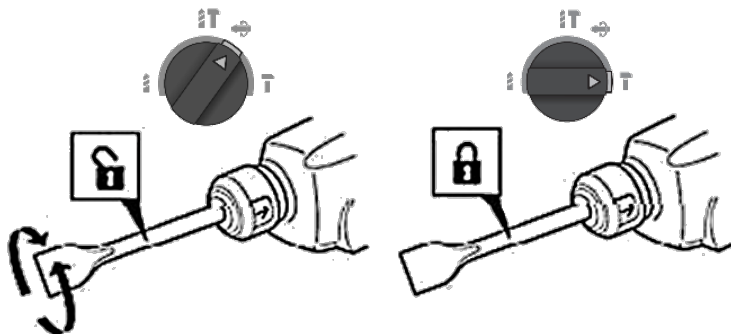

Рисунок 3
3.5 Для вибору та фіксації потрібного положення довбального інструмента (зубило, піка, штробник тощо), необхідно (дивіться рисунок 3):